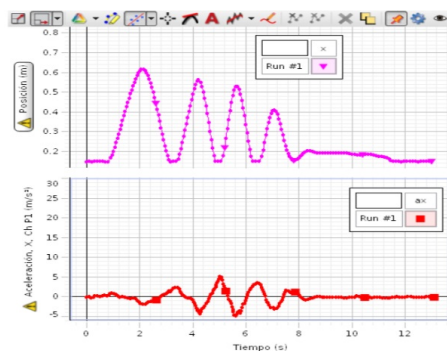

Figura 10.4: Datos del sensor de movimiento.
2. Soltar el carro por la pendiente como se muestra en la figura 10.4. ¡Se debe sacar rápidamente la mano del camino! Tratar de colocar el carro en la parte superior, pero